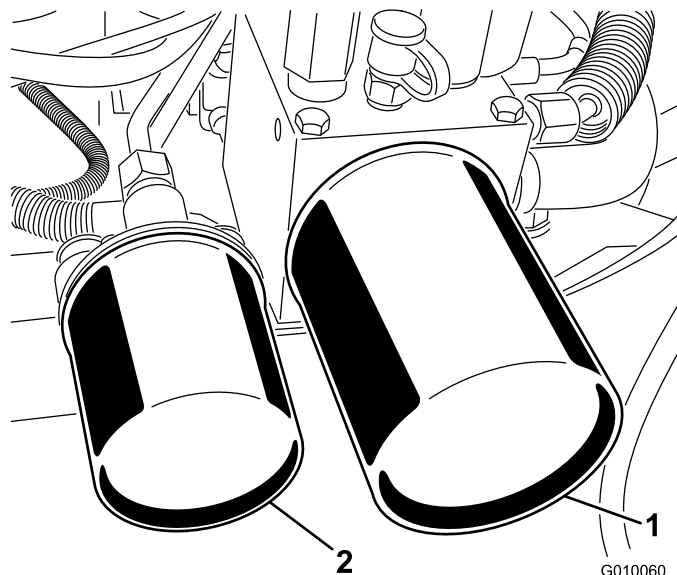

図 59
2. フィルタの下に容器を置き、フィルタを外し、フィルタ・アダプタのガスケット部をきれいに拭く（図 59）。